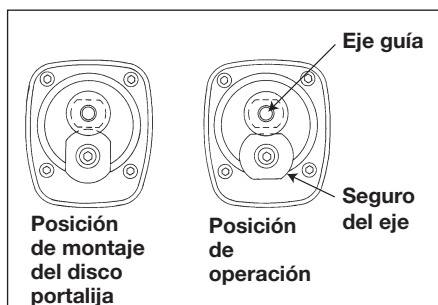

Figura 2 - Ensamble del cojín de lijado
2. Asegure el eje guía en su posición antes de acoplar el disco portalijs. Gire el seguro del eje hasta que éste enganche con el eje guía y ajuste con la mano el disco portalijs en el sentido de las agujas del reloj (Véase Figura 2).